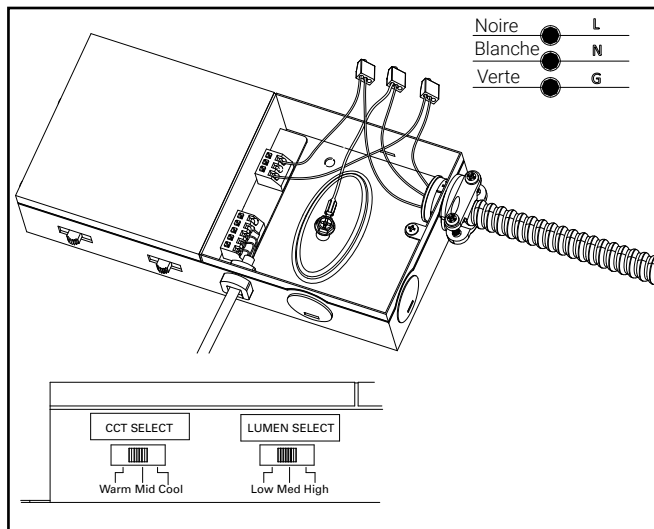

Figure 2.
3. Dévissez la vis d'alimentation électrique et branchez l'alimentation électrique dans l'ordre suivant : vert à la masse, blanc au neutre et noir à chaud. Les lumens et la température de couleur souhaités peuvent être sélectionnés en ajustant les interrupteurs sur le boîtier du pilote. Voir la figure 2.